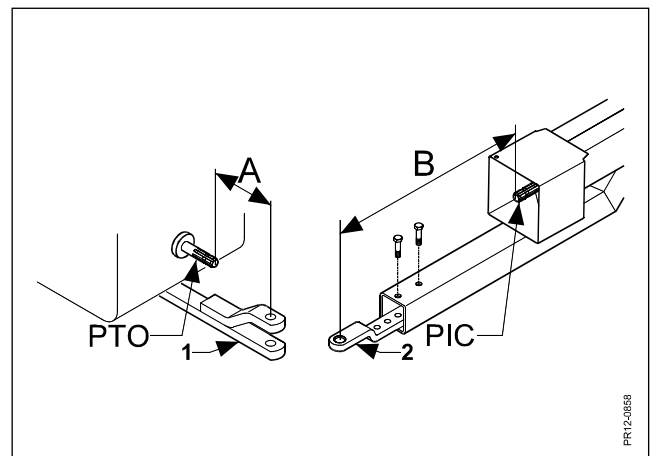

Рис.2-8
Рис. 2-8 Отрегулировать сцепное устройство трактора (1) таким образом, чтобы расстояние "А" было как можно меньше. Отрегулировать дышло машины (2) таким образом, чтобы расстояние "В" было как можно больше. Дышло машины (2) должно быть повернуто таким образом, чтобы карданный вал находился в горизонтальном положении насколько это возможно. (Важно: Крепления дышла **должны** быть зафиксированы 2 болтами).